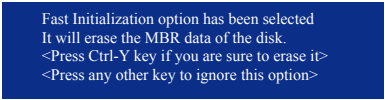

图6
5. 设置完成之后，按下<Ctrl>+<Y>键储存设置值后将出现如图6的画面。